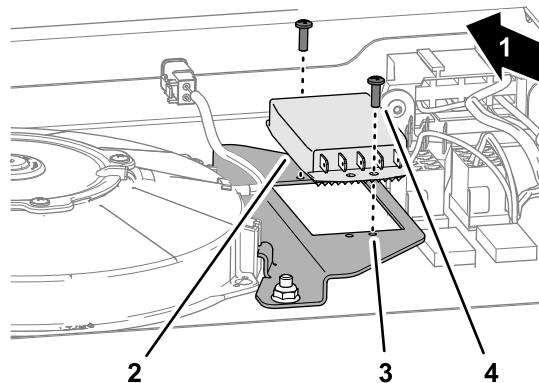

Figura 6
- Alinhe o controlador de velocidade da ventoinha com a flange do suporte comprido de montagem da ventoinha com os terminais elétricos na direção da traseira da máquina (Figura 6).
montagem da ventoinha (Figura 6) com o parafuso autorroscante (n.º 8 x 3/8 pol.).